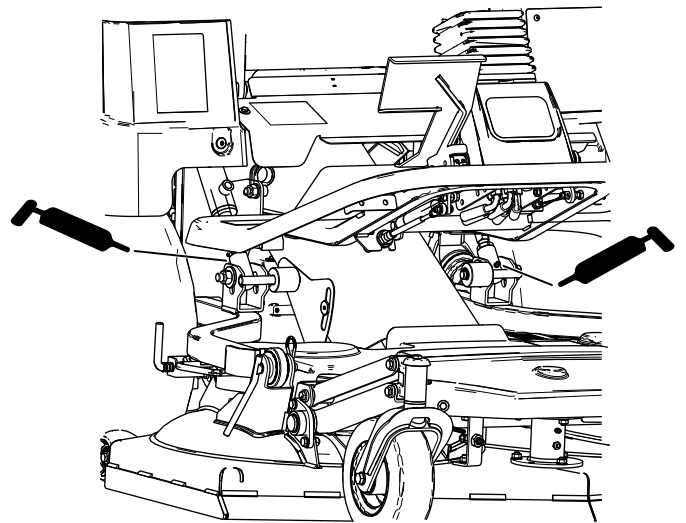

Figure 40
- Points de pivot des bras de levage de l'unité de coupe (Figure 40).